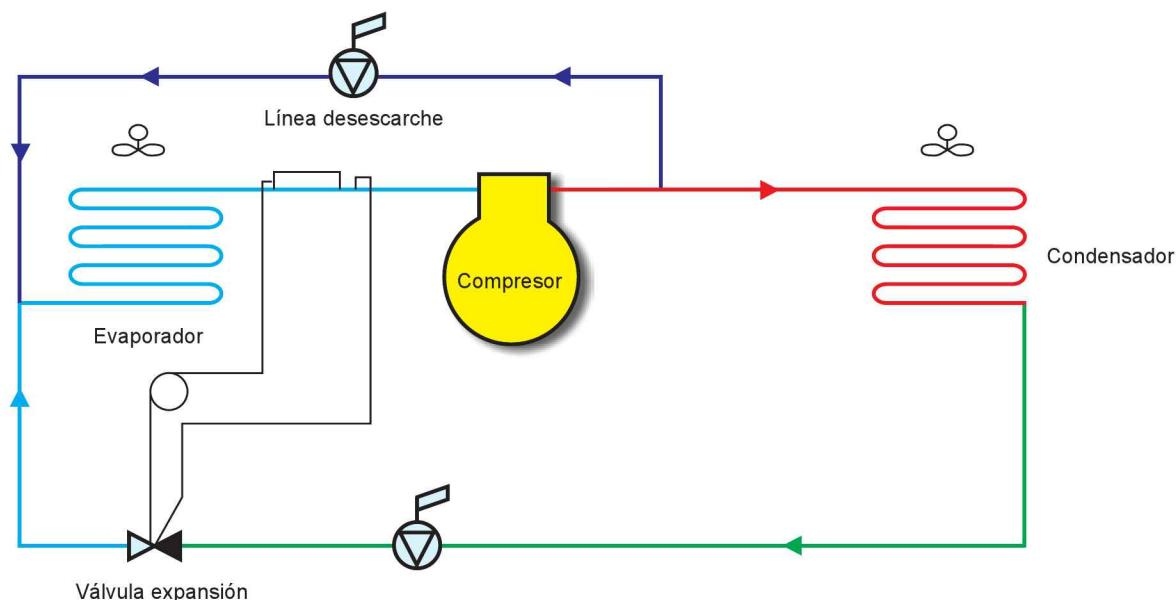

Figura 7.9. Circuito de desescarche por gases calientes
- Consiste en descargar el refrigerante en estado vapor sobre calentado en el evaporador para realizar el desescarche. Para ello, se coloca una tubería llamada *línea de desescarche* (Figura 7.9.).